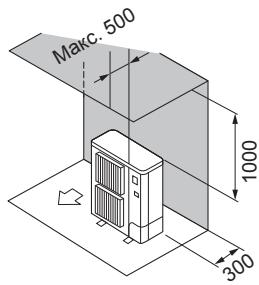

Fig. 2-4
② Окружающие предметы - только сзади и сверху (Fig. 2-4)